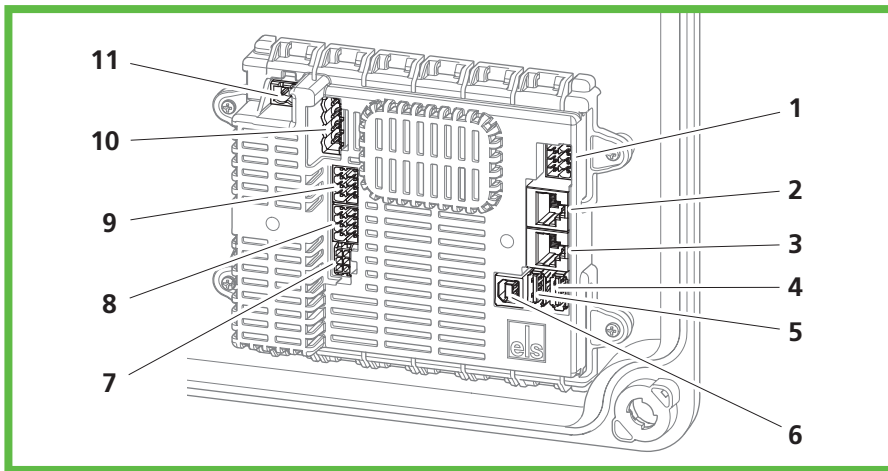

Abb. 6: Anschlüsse Ladecontroller
- Schließen Sie das LAN-Kabel an die LAN-Anschlussbuchse LAN-1 im Deckel an (Abb. 6 Pos. 3).